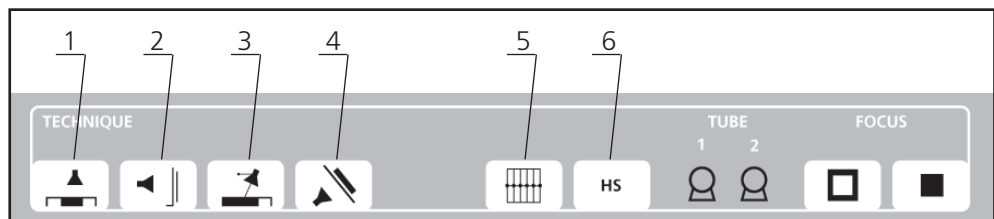

Рис. 6. Группа кнопок TECHNIQUE.
Четыре кнопки с индикаторами из группы **TECHNIQUE** (рис. 6) обозначают рабочие места (слева направо): стол снимков (1), стойка снимков (2), томографическое устройство (стол снимков в режиме томо – 3) и **ПСС** (4). Горящий индикатор показывает выбранное рабочее место. При нажатии на любую кнопку группы сменится рабочее место. Кнопки, соответствующие не предусмотренным в комплектации местам, активироваться не будут, например на пульте **УРП РДК** на 2 рабочих места не удастся задействовать кнопку включения **ПСС**, поскольку его нет в составе РДК. В таких случаях на индикаторе «**APR SELECTION**» появится надпись «**НЕ ВЫПОЛНЯЕТСЯ**».
Кнопка 5 на рис. 6 включает (индикатор горит) или выключает ожидание ответа о готовности решетки снимков к экспозиции. При включенной кнопке по команде «**Экспозиция**» УРП посылает на стол или стойку снимков сигнал **START**. По этому сигналу решетка стола или стойки снимков начинает совершать колебательные движения отсеивающим растром, отвечая УРП готовностью к принятию излучения. При поступлении сигнала ответа на УРП от стола или стойки снимков происходит экспозиция с заданной на основном пульте длительностью.